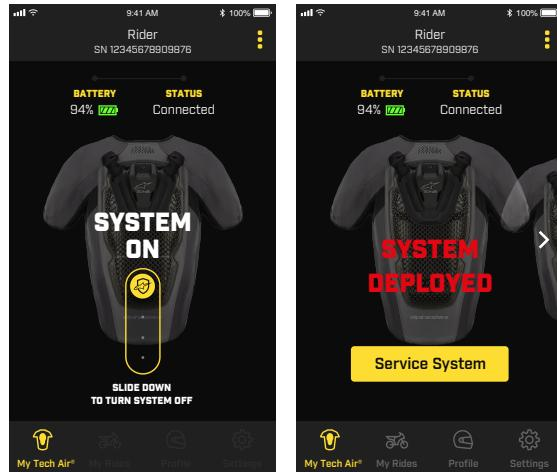

Abbildung 12
Die App liefert Informationen über den tatsächlichen Betriebsmodus des Systems, wobei überprüft wird, ob das System korrekt funktioniert oder nicht. Die auf dem Bildschirm angezeigte Anzeige "System On" zeigt an, dass der Systemcheck erfolgreich absolviert wurde und dass das System aktiv ist. Während der "System On"-Modus aktiv ist, kann der Benutzer aus Sicherheitsgründen nicht auf die meisten Funktionen der App zugreifen. Für den Fall, dass das System vom Benutzer deaktiviert werden muss, z. B. während einer schweren Geländedefaht, kann das System mit dem Schiebereglersymbol in der App ausgeschaltet werden (wie in Abbildung 12 dargestellt). Zur Reaktivierung verwenden Sie das Schiebereglersymbol oder öffnen und schließen Sie einfach die vordere Klappe (2).
Von der App aus kann der Benutzer auch den tatsächlichen Einsatz des Systems während eines Unfalls überprüfen, da der Einsatz des Systems in der App angezeigt wird (siehe Abbildung 12, in der der Systemstatus angezeigt wird).